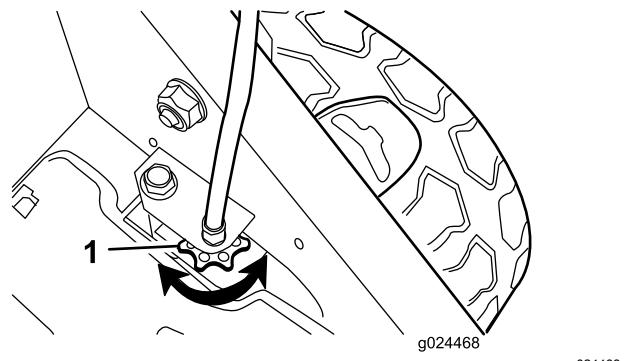

Figure 27
- Si les roues ne tournent pas quand vous engagez la barre de commande d'autopropulsion, la courroie de déplacement n'est pas assez tendue. Tournez une fois la molette de commande des roues (Figure 27) dans le sens horaire et répétez les opérations 4 à 6.
- des roues (Figure 27) dans le sens antihoraire et répétez les opérations 4 à 6.